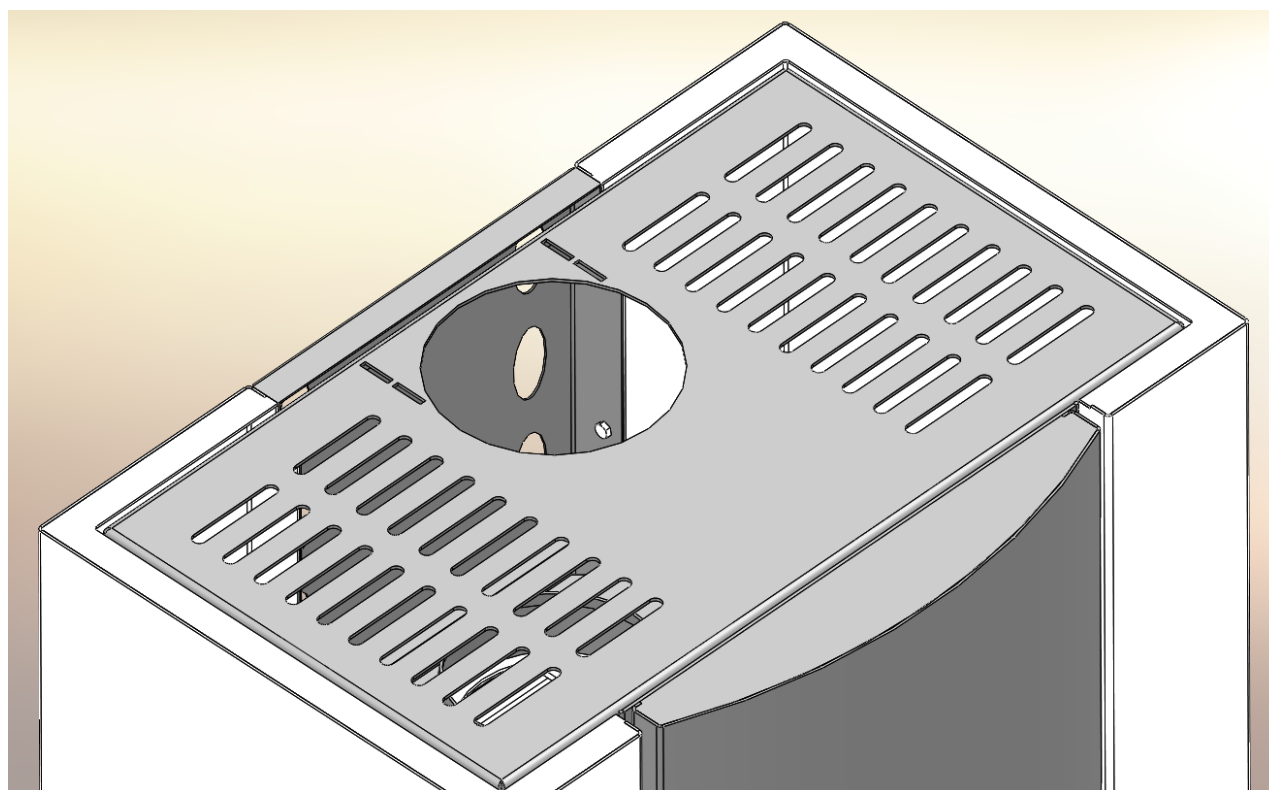

Bild 2 Byte av rökrörskopplingen och rökrörslocket
3. Bild 2 Byte av rökrörskopplingen och rökrörslocket	Sida 5